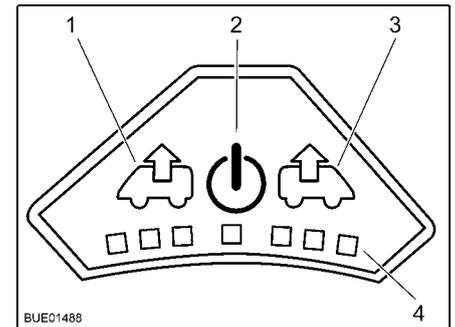

Fig. 112 Panneau de commande du ventilateur
**Allumer :** ■ Appuyer sur la touche Marche/Arrêt (Fig. 112,2). Le ventilateur fonctionne en mode confort (aération à faible vitesse de rotation).
**Ventiler :** ■ Pour augmenter la vitesse de rotation du ventilateur, appuyer sur la touche Ventilateur (Fig. 112,1). La vitesse de rotation du ventilateur augmente d'un niveau de puissance dans le sens de l'échappement. Les DEL (Fig. 112,4) montrent les niveaux de puissance.
■ Pour réduire la vitesse de rotation du ventilateur, appuyer sur la touche Aérer (Fig. 112,3). La vitesse de rotation du ventilateur diminue d'un niveau de puissance.
- Pour augmenter la vitesse de rotation du ventilateur, appuyer sur la touche Aérer (Fig. 112,3). La vitesse de rotation du ventilateur augmente d'un niveau de puissance dans le sens de l'aération. Les DEL (Fig. 112,4) montrent les niveaux de puissance.
- Pour réduire la vitesse de rotation du ventilateur, appuyer sur la touche Ventiler (Fig. 112,1). La vitesse de rotation du ventilateur diminue d'un niveau de puissance.
- Appuyer sur la touche Marche/Arrêt (Fig. 112,2). Le ventilateur s'arrête, les DEL s'éteignent.